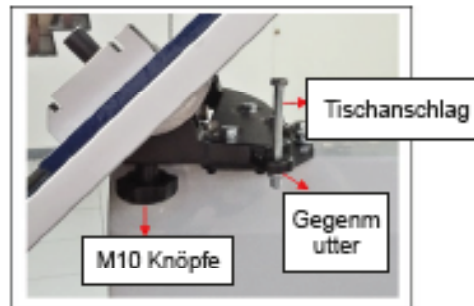

Abbildung 5
1. Lösen Sie zwei M10-Knöpfe (jeweils an der Vorder- und Rückseite) und kippen Sie den Tisch bis zu 45 Grad nach rechts oder bis zu 10 Grad nach links. Ziehen Sie dann die beiden M10-Knöpfe fest (siehe Abbildung 5).